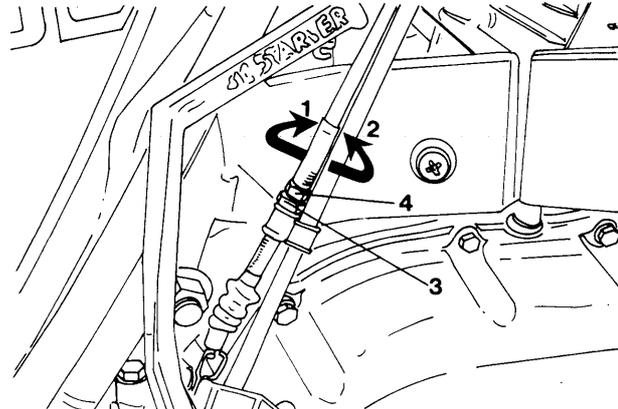

Bild 30b Kupplungseinstellung am oberen Einsteller
- Kleinere Einstellungen werden mit Hilfe des oberen Einstellers vorgenommen. Unter Bezug auf Bild 30b: